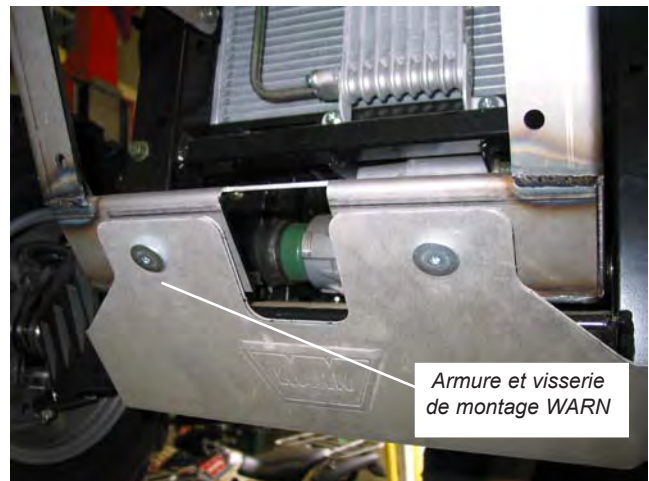

Figure 5
5. Si un véhicule est équipé d'une armure de châssis (Réf. 75266) comme l'illustre la Figure 5, la visserie de montage incluse dans le kit d'armure peut être réutilisée pour fixer l'armure en place. Utilisez encore une rondelle plate $\frac{1}{4}$ et un écrou de blocage en nylon M6 x 10 (fournis) de chaque côté de la surface arrière pour retenir la visserie. Serrez les fixations au couple de serrage recommandé de 10,8 Nm (8 pi-lb).